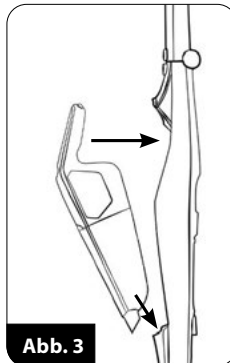

Abb. 3
5. Den Staubsauger (5) wie auf der Abbildung (Abb. 3) gezeigt an der Griffeneinheit (2) montieren.